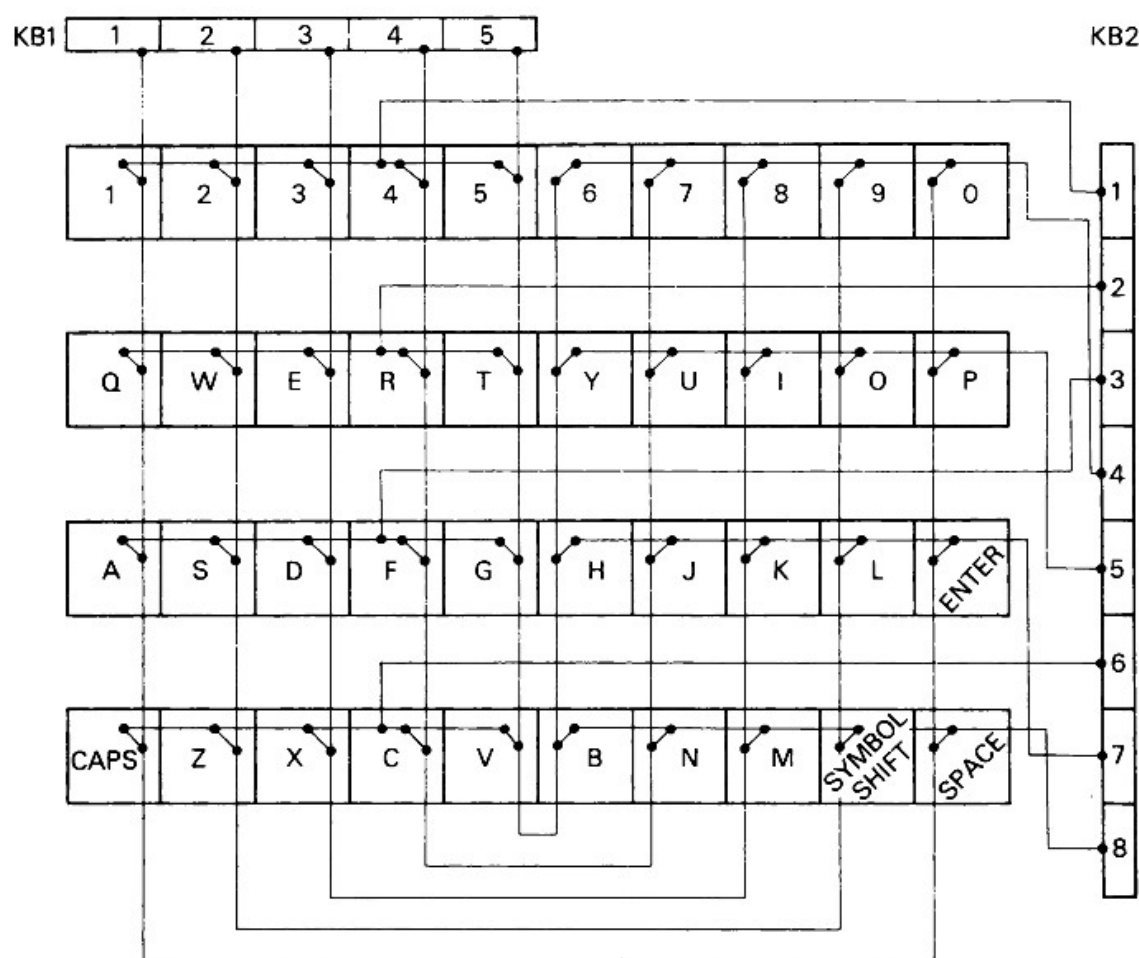

Figura 6.8 Collegamenti della tastiera.
La tastiera è collegata ai due connettori presenti all'interno dello Spectrum. Questo è l'unico progetto che richiede la manomissione del computer, operazione che, data la fragilità delle parti in gioco, non raccomando di eseguire spesso. I due connettori KB1 e KB2 ricevono i segnali generati dai pulsanti della tastiera connessi a matrice, come si vede in figura 6.8. Le quattro righe di tasti sono collegate, in otto gruppi di cinque, a KB2; le colonne sono invece collegate a KB1. La pressione di un tasto genera un contatto fra una riga e una colonna, che viene rilevato dalla circuiteria interna del computer. Per aggiungere l'altra tastiera dovreste:
2. Effettuare i collegamenti interni alla nuova tastiera come in figura 6.8 e connetterla a KB1 e KB2 usando cavo flessibile o multipolare con piccoli pezzi di veroboard da 1/10 di pollice saldato alla fine: questi spezzoni si inseriranno in KB1 e KB2.